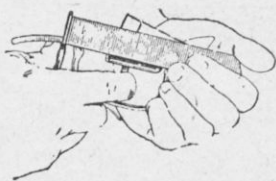

Рис. 44. Как установить переводчик на одиночный огонь
1. Поставить переводчик на одиночный огонь, отведя его в заднее положение (рис. 44).